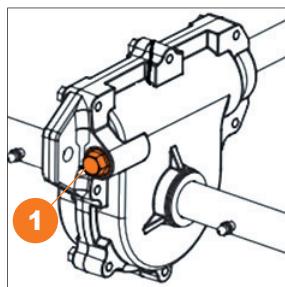

Рис. 30
- Во время обслуживания редуктора самостоятельно, снимите заглушку или открутите болт-заглушку **1**, добавьте 30-50 гр. консистентной смазки и установите заглушку на место (Рис. 30).